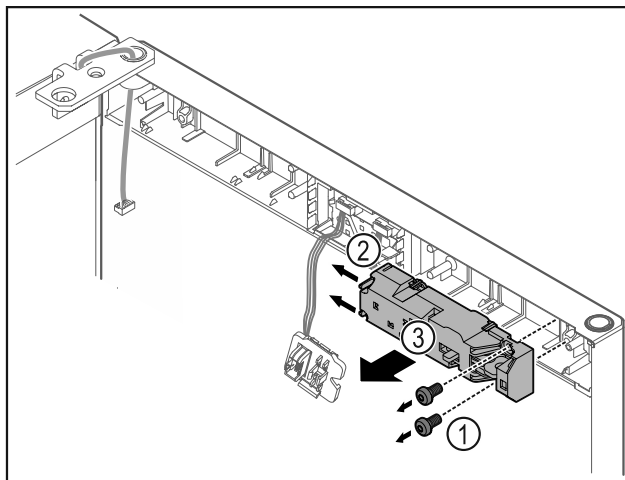

Fig. 23
- ▶ Odstráňte skrutky Fig. 23 (1).
- ▶ Potlačte výstupky Fig. 23 (2) do strany a odoberte diaľkový zámok Fig. 23 (3).